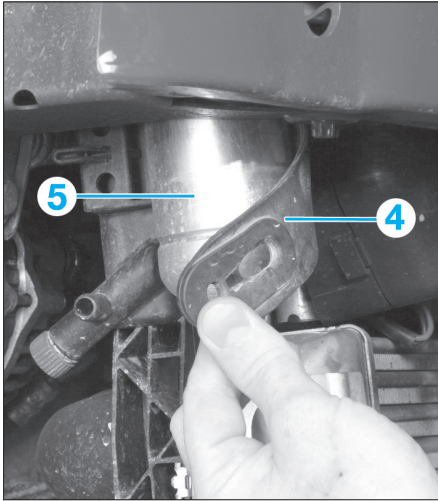

FIG. 5
- la sangle (4) et la cartouche déshydratante (5) (Fig.5),